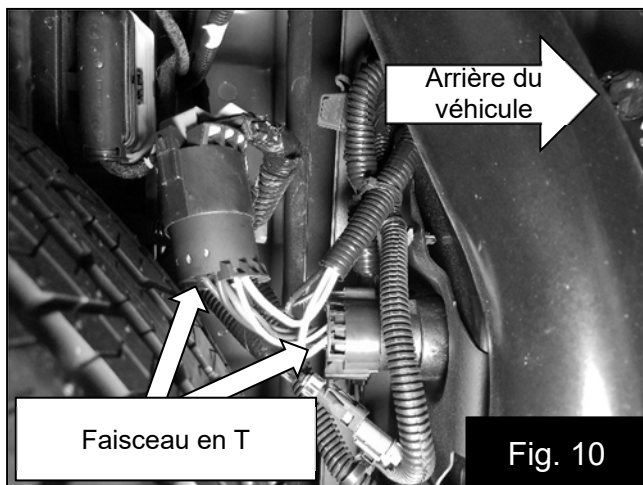

Fig. 10
15. Débranchez le connecteur de la remorque et installez le faisceau en T entre le connecteur de la remorque et le faisceau d'usine. Branchez le connecteur à deux broches du faisceau en T sur le faisceau de l'amplificateur. Fig. 10